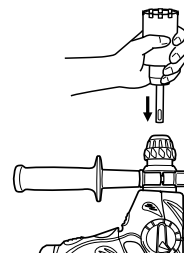

Fig. 15
- (2) Monter la queue de couronne sur le marteau rotatif à percussion. (Fig. 15)
- (3) Introduire la gijon central dans la plaque de guidage jusqu'à ce qu'il arrête.